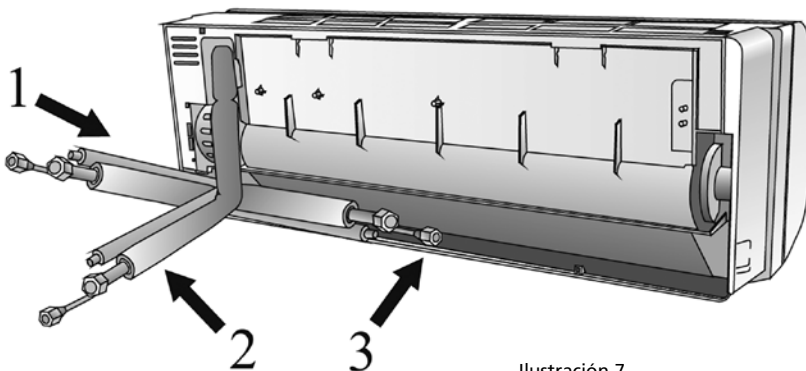

Ilustración 7
- Las tuberías se pueden conectar con una desviación hacia el lado posterior izquierdo o derecho. Véase la imagen 7.